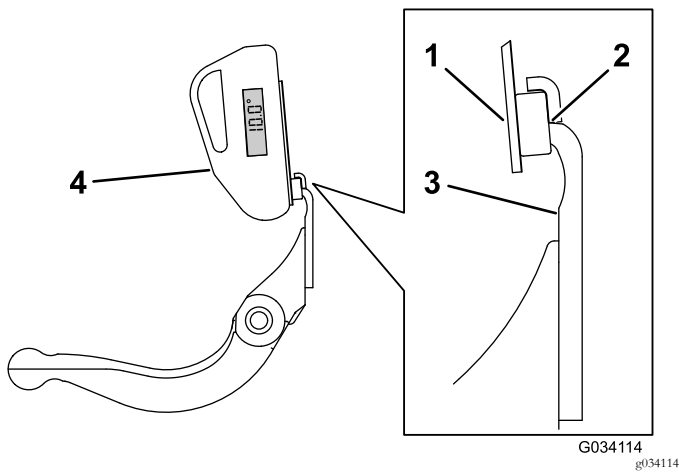

Figure 29
3. Placez l'indicateur d'angle sur le bord de la contre-lame, de manière à adapter le bord de l'aimant avec le bord de la contre-lame (Figure 29).
- Placez l'indicateur d'angle sur le support, comme montré à la Figure 29.